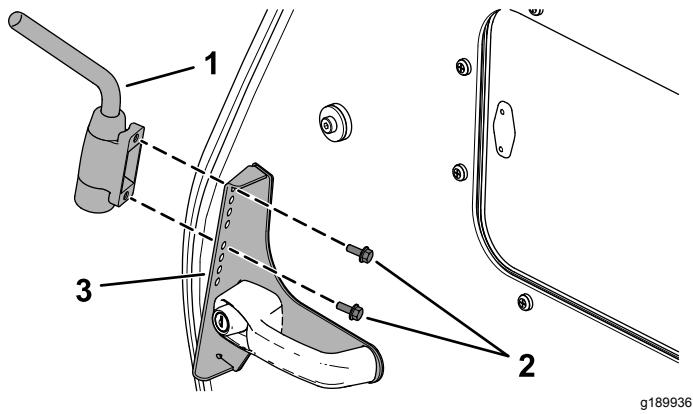

**Bild 4**
5. Befestigen Sie den Türgriff mit der angeklebten Spiegelbefestigung und der vorher entfernten Befestigungsmutter, Scheibe und der Bundkopfschraube (6 mm x 25 mm) und den zwei Distanzstücken (**Bild 4**).